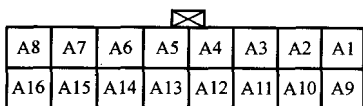

图 1-8 自动变速器控制模块 (TCM) 线束连接器 A (蓝色) 端子排列
- (7) 自动变速器控制模块(TCM)线束连接器 A(蓝色)端子排列及功能 见图 1-8 和表 1-9。